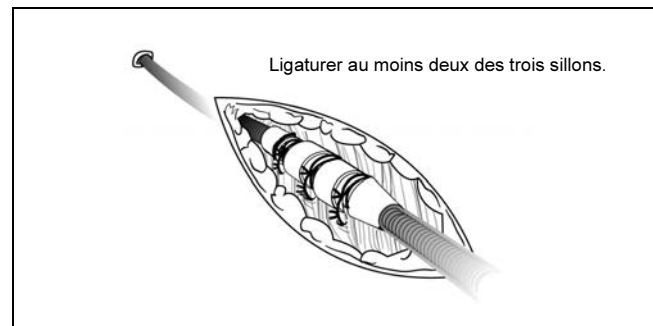

Figure 8. Utilisation du manchon lors de l'implantation par voie percutanée.
1. Détacher la gaine de l'introducteur et glisser le manchon de suture en profondeur dans le tissu (Figure 8).